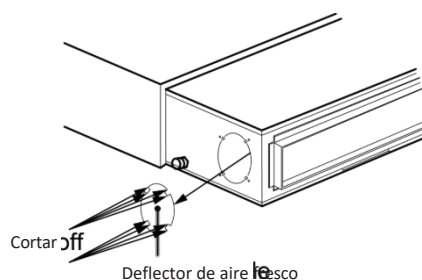

Fig. 4.25
- Si se necesita un conducto de aire fresco, retire el deflector de aire fresco; véase la fig. 4.25. Si no se necesita un conducto de aire fresco, tape el hueco del deflector con una esponja.